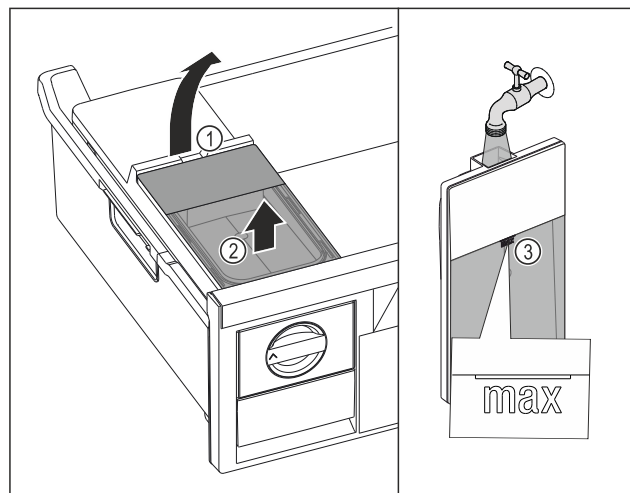

Fig. 156
- ▶ Podignite spremnik za vodu na otvoru Fig. 156 (1).
- ▶ Izvadite spremnik za vodu prema gore. Fig. 156 (2)
- ▶ Spremnik za vodu napunite pitkom vodom do oznake Fig. 156 (3).